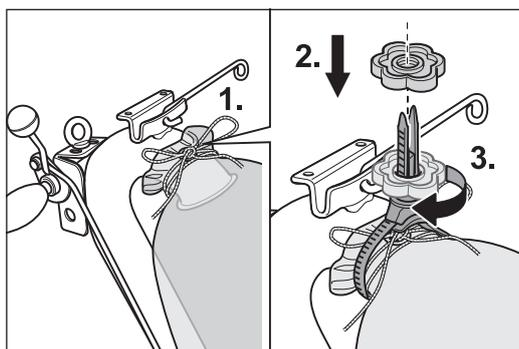

Abb. 6 Faltenfreies Montieren des Staubsackes mit der Kordel und dem MultiClip.
- 6 Befestigen Sie den Staubsack fest mit der Kordel und dem MultiClip am Ende des Führungsrohrs (Abb. 6). Beachten Sie bei der Montage, dass die Öffnung des Führungsrohrs nicht verdeckt wird.